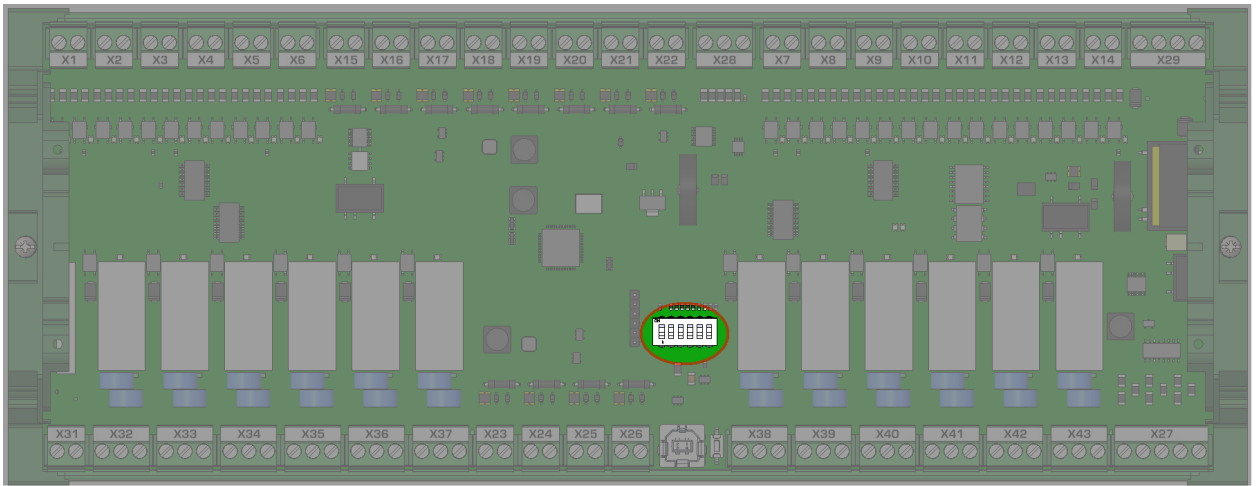

Рисунок 3 – Переключатель для выставления сетевого адреса устройства
- 2) выставить сетевой адрес устройства на переключателе, показанном на рис. 3. Адрес задается в двоичной системе счисления;